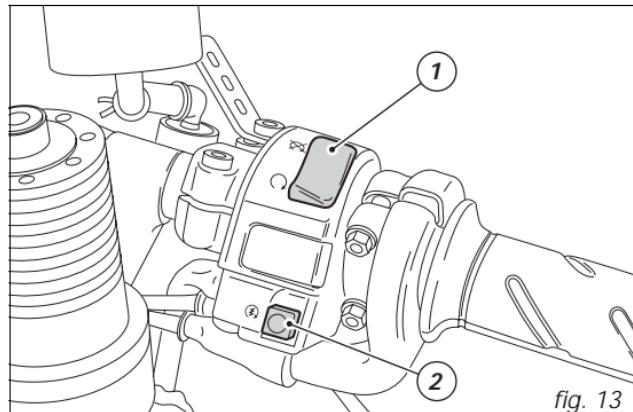

fig. 13
- 1) si le code est reconnu, le témoin (6, fig. 4), placé sur le tableau de bord, produit un bref clignotement ; le système de protection a saisi le code de la clé et désactive le blocage du moteur. En appuyant sur le bouton START (2, fig. 13), le moteur se met en route.
Commutateur droit (fig. 13)